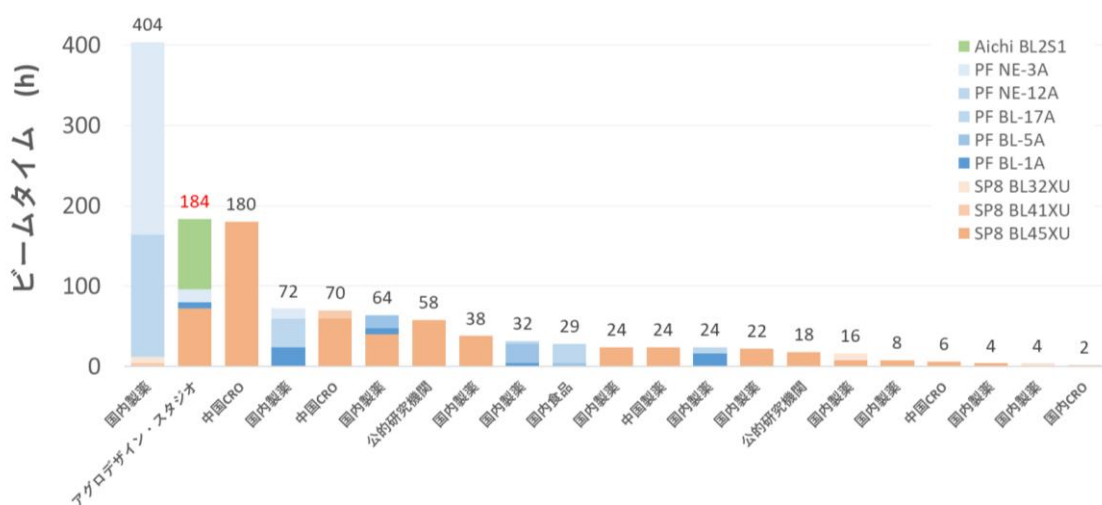

図10 国内放射光ビームライン成果占有(商用)測定時間数（2022年8月～12月）※公知情報より当社調べ
当社は自社創農薬のために放射光施設での豊富なビームタイム（測定時間）を利用してきました。国内外の放射光施設の SPring-8、高エネルギー加速器研究機構 Photon Factory (PF)、あいちシンクロトロン光センター (AichiSR)、スイス国 Swiss Light Source (SLS)、フランス国 European Synchrotron Radiation Facility (ESRF) のビームタイムいずれかを週に1度以上のペース（年間300時間以上）確保しているため、迅速にデータ収集を行えることが当社の強みの一つです（図10）。このうち、SPring-8とPFは夏季に長期運転休止期間がありますが、AichiSRとSLS（2024年はESRFで代替）は日本の夏季も稼働しております。特に当社はSLSと年間176時間以上のビームタイム